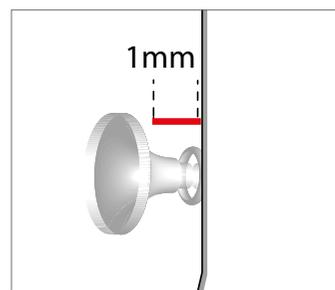

Figura 2
2. Fije los sujetadores (clavos o tornillos) en el centro de la ranura de clavado y deje un espacio libre de 1mm entre la cabeza del sujetador y el panel de revestimiento (Figura 2 y 3).